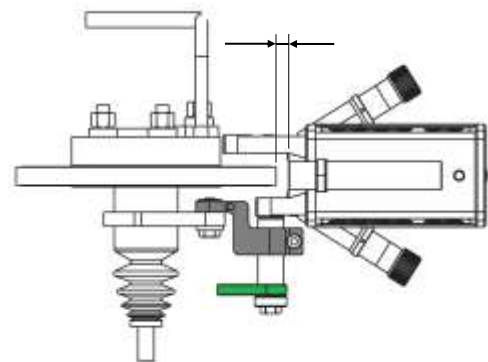

Fig. 43
La luce tra tornio e disco deve essere la minima possibile, ma come minimo 5 mm (0,04 poll.). Fig 43.
1. Portare il DL 2002 in posizione, fig. 43.